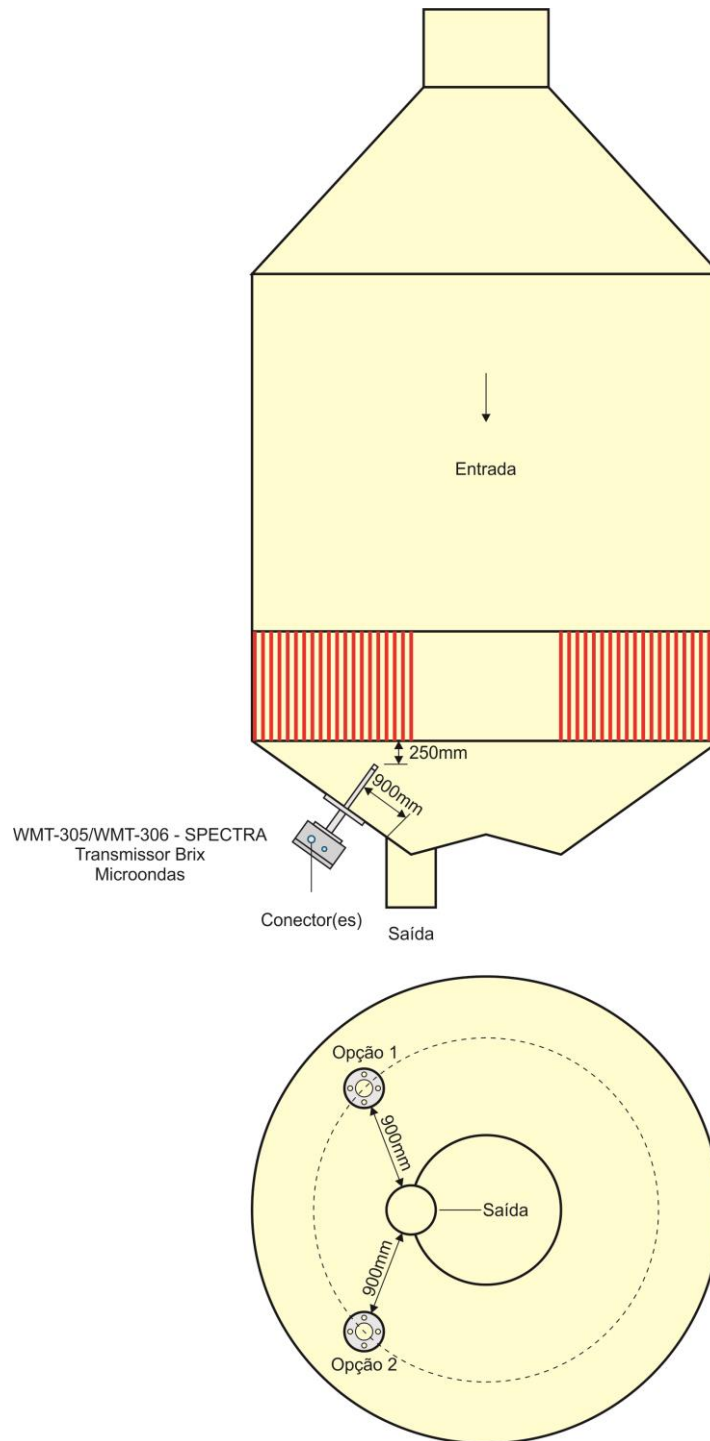

Figura 6 - Posição do transmissor em tacho de cozimento de açúcar (vácuo).
A Figura 6 representa um exemplo de instalação, recomendado, da SPECTRA em cozedores.
**\*Observação:** A Figura 6 é um exemplo meramente ilustrativo, não possuindo escala real.